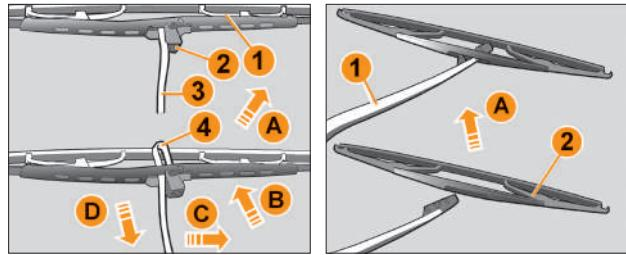

Рис. 6.8.2. Замена щеток
**Замена щёток стеклоочистителя ветрового стекла (рис. 6.8.2):**